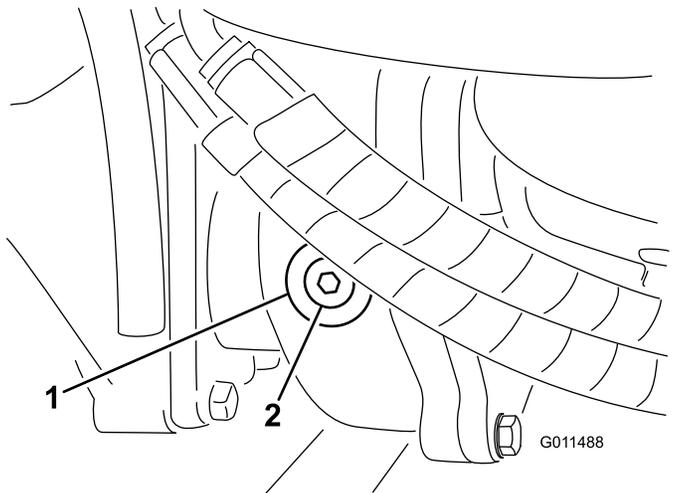

Figura 67
- Togliete il tappo di controllo/riempimento dal lato sinistro del riduttore e verificate che il lubrificante raggiunge la base del foro (Figura 67).